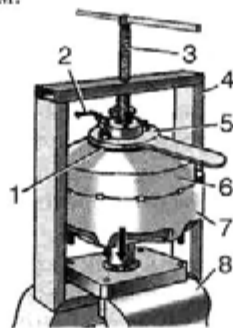

Рис. 7.13. Приспособление 6999-7567 для разборки и сборки вакуумного усилителя:
- закрепить двумя гайками на шпильках крышки 6 (рис. 7.13) корпуса специальную заглушку 5 с ручкой для поворота крышки и с трубкой 2 для подключения вакуумметра;
- конец трубки 2 (см. рис. 7.13) в заглушке 5 соединить шлангом с вакуумметром; создать в усилителе разрежение около 70 кПа (0,7 кгс/см²) и закрыть кран на вакуумном трубопроводе. В течение 10 с разрежение не должно изменяться более, чем на 4 кПа (0,04 кгс/см²).